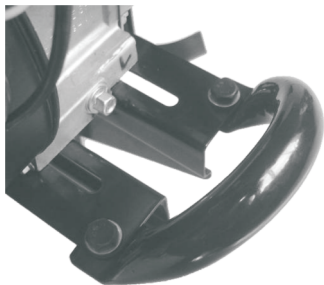

Рис. 7
7. Закрепите тросик сцепления и кабель кнопки выключения двигателя на кабеледержателях (рис. 7);